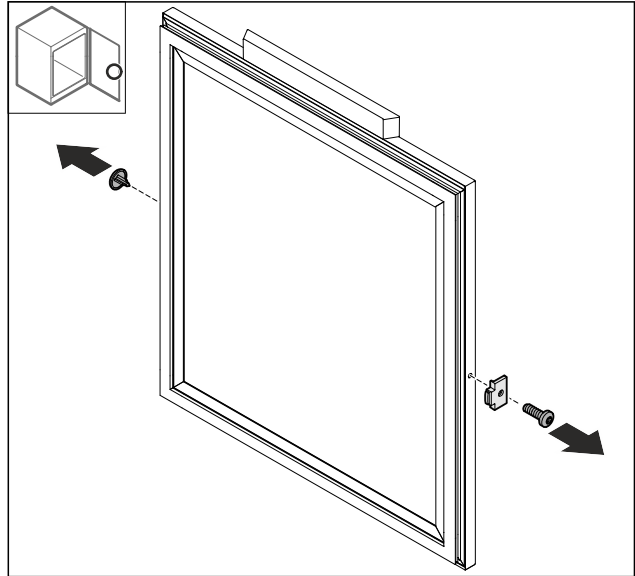

Fig. 77
- Odstranite pokrov Fig. 77 (1).
- Demontirajte nastavek za vrata Fig. 77 (2).